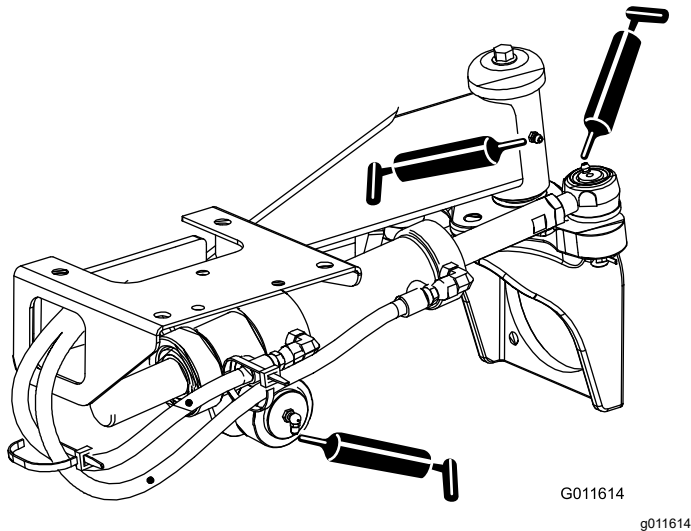

Figura 46
- Giunti a sfera del cilindro di sterzo (2) e assale posteriore (1) – Figura 46